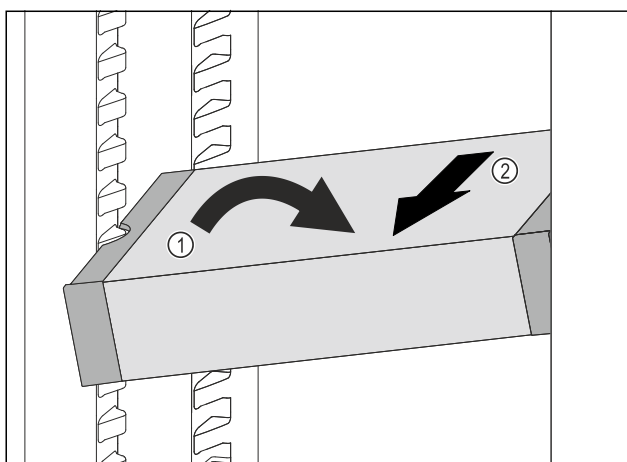

Fig. 137
- VarioSafe postavte v chladničke šikmo. Fig. 137 (1)
- VarioSafe vyberte dopredu. Fig. 137 (2)